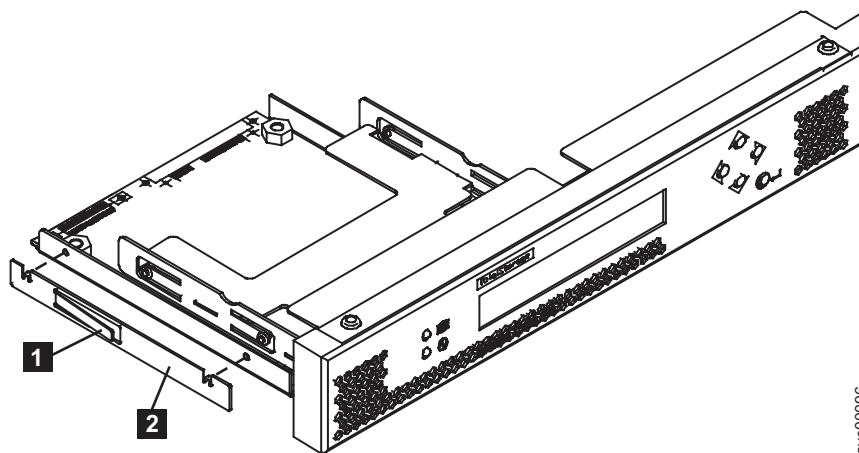

図 93. SAN ボリューム・コントローラー 2145-8F2 または SAN ボリューム・コントローラー 2145-8F4 のサービス・コントローラー
1. 保持クリップ **2** をサービス・コントローラーの左側にある位置決め穴の上に配置します。図 93 を参照してください。